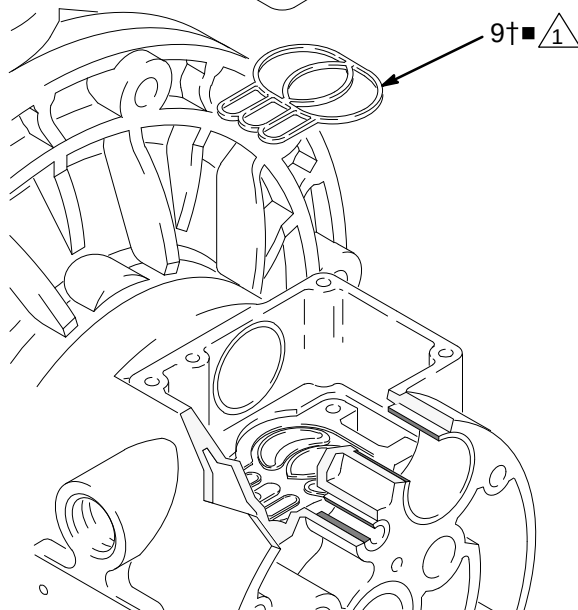

FIG. 9
5. Ispezionare la piastra della valvola (8■) montata. Se danneggiata, utilizzare un cacciavite Torx (T20) o una chiave a tubo da 7 mm (9/32 in.) per rimuovere le tre viti (3). Rimuovere la piastra della valvola (8■) e solo nei modelli con corpo centrale in alluminio, rimuovere la tenuta (9). Vedere: FIG. 9.
2. Nei modelli con corpo centrale in alluminio, installare la tenuta della piastra della valvola (9†■) nella scanalatura nella parte inferiore della cavità della valvola. La parte arrotondata della tenuta **deve** essere **rivolta verso il basso** nella scanalatura. Vedere: FIG. 9.
3. Installare la piastra della valvola (8■) nella cavità. Nei modelli con corpo centrale in alluminio, la piastra è reversibile, così entrambi i lati possono essere rivolti verso l'alto. Installare le tre viti (3) utilizzando un cacciavite Torx (T20) o una chiave a tubo da 7 mm (9/32 in.). Serrare completamente le viti finché non raggiungono il fondo dell'alloggiamento. Vedere: FIG. 9.